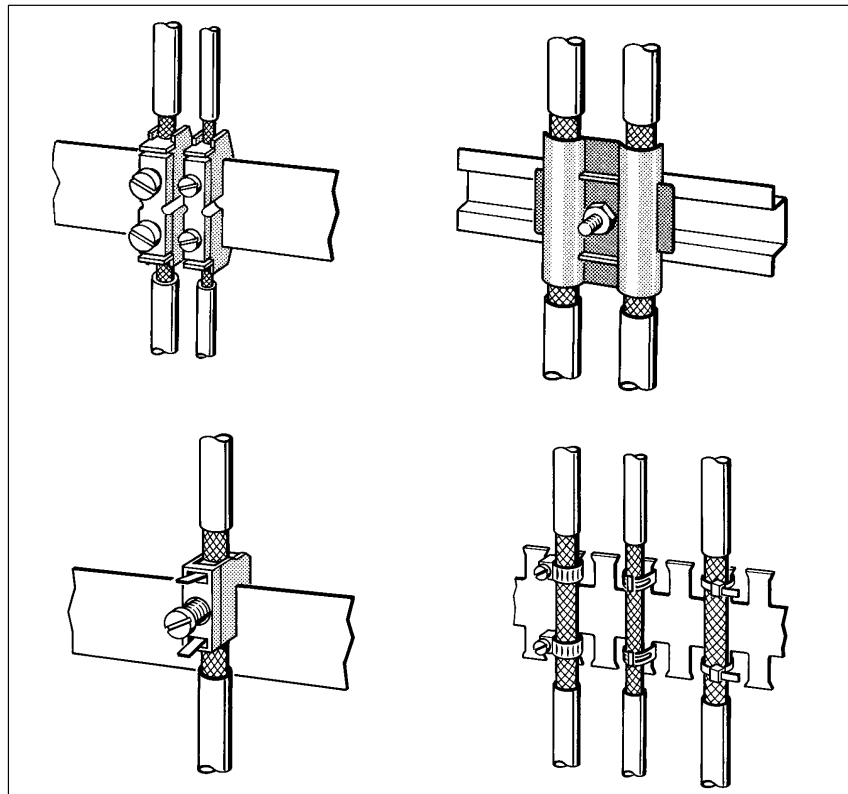

Bild 3-1 Befestigen von geschirmten Leitungen mit Kabelschellen und Schlauchbindern (schematische Darstellung)
- Die Schellen müssen den Schirm großflächig umschließen und guten Kontakt ausüben (siehe Bild 3-1).